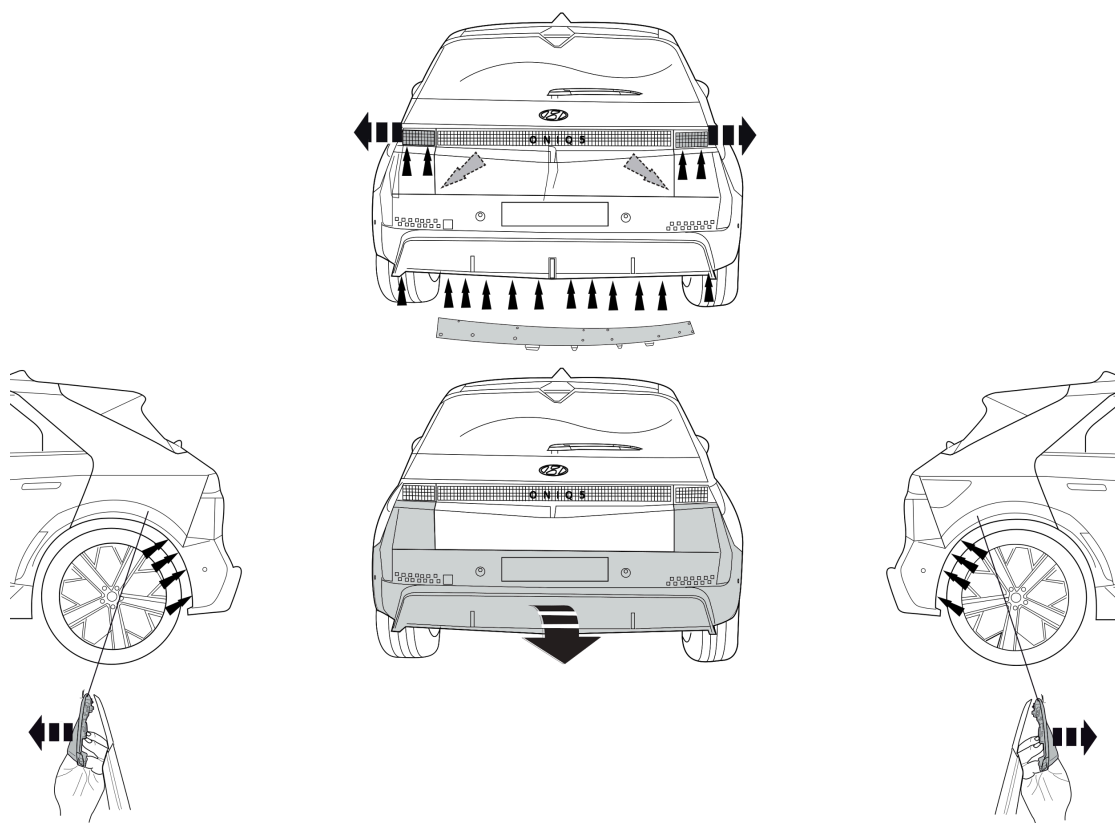

Fig. 1
1. Demonter baglysenhederne. Demonter kofangeren, inklusive køretøjets stødbjælke. Se fig. 1.
1. Zdemontować zespoły tylnych świateł. Zdemontować z pojazdu zderzak wraz ze belką zderzakową. Patrz rysunek 1.
1. Снять оба блока задних фар. Снять бампер вместе со буферным брусом автомобиля. См. рисунок 1.